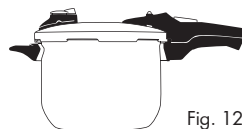

Fig. 12
- Asigurați-vă că oala este stabilă și lăsați-o să se răcească în mod natural (Fig. 12). Această metodă este utilă pentru gătitul alimentelor, deoarece temperatura ridicată rămâne în oală pentru o perioadă de timp, chiar și după ce plita a fost oprită.